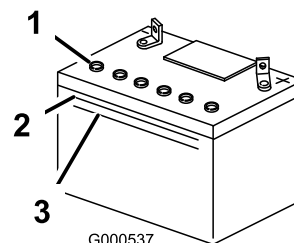

Figura 45
3. Mire hacia el lateral de la batería. El electrolito debe llegar a la línea **superior** (Figura 45). No permita que el electrolito esté por debajo de la línea inferior (Figura 45).
5. Retire los tapones de ventilación de la batería (Figura 45).
6. Vierta lentamente agua destilada en cada célula de la batería hasta que el nivel de electrolito llegue a la línea superior (Figura 45) de la caja de la batería.
7. Espere de cinco a diez minutos después de llenar las células de la batería. Añada agua destilada, si es necesario, hasta que el nivel de electrolito llegue a la línea superior (Figura 45) de la caja de la batería.